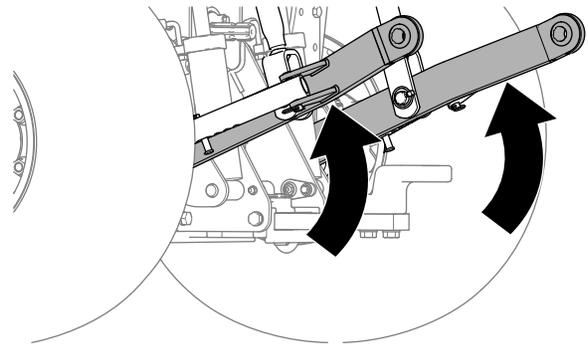

Figura 11
4. Levante totalmente as ligações inferiores do engate de 3 pontos (Figura 11).